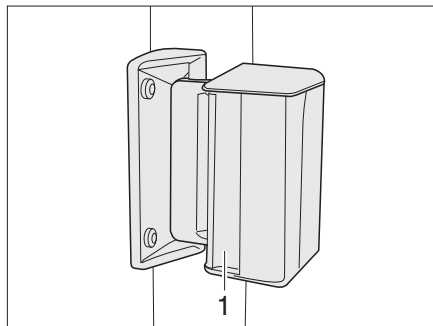

Bild 15 Schiebefenster
- Griff (Bild 15,1) drücken und gleichzeitig nach vorn oder hinten schieben oder ziehen.